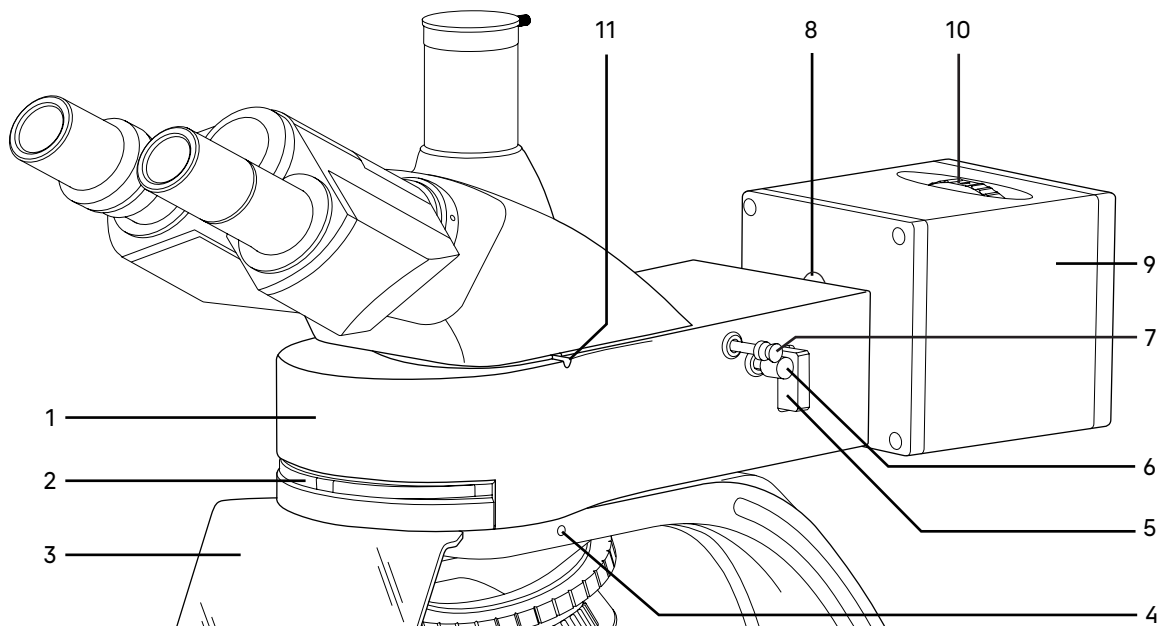

Рис. 4. Люминесцентная насадка
Общий вид люминесцентной насадки представлен на рис. 4.
Корпус люминесцентной насадки 1 (рис. 4) устанавливается в отверстие верхнего фланца штатива и закрепляется винтом 4 (рис. 4).
На корпусе 1 (рис. 4) насадки находится соединительный переходник, посредством которого корпус соединяется с блоком светодиодов. Защитный экран 3 (рис. 4) крепится к корпусу двумя винтами.
Металлическая пластина светового барьера 5 (рис. 4) установлена в паз корпуса насадки. Пластина имеет 3 положения:
В корпусе насадки находится поворотная турель с четырьмя люминесцентными фильтрами. Перемещение турели в корпусе насадки обеспечивается поворотом кольца 2 (рис. 4). Фиксированное положение рукоятки под символом означает включение в ход лучей соответствующего блока.
Кольцо перемещения турели может быть зафиксировано в одном из пяти положений, соответствующем одному из четырех типов фильтров, смонтированных на турели: синий (B), зеленый (G), фиолетовый (V) и ультра-фиолетовый (UV) или нейтральное положение (O). Маркировка каждого фильтра соответствует цвету лучей возбуждения и нанесена на кольцо 2 (рис. 4) в виде символа.
В блоке 9 (рис. 4) располагаются источники света возбуждения – светодиоды. Микроскоп укомплектован светодиодами четырех волновых диапазонов свечения: синий (B), зеленый (G), фиолетовый (V) и ультра-фиолетовый (UV). Светодиоды установлены в поворотной турели внутри блока. Смена светодиодов осуществляется поворотом кольца 10 (рис. 4). Наименования светодиодов нанесены на лицевой стороне кольца.
Блок крепится на корпус 1 (рис. 4) люминесцентной насадки винтом под ключ шестигранник 8 (рис. 4). В кожухе блока расположен коллектор, который проецирует изображение источника света в выходной зрачок объектива микроскопа.
Установите кольцо перемещения турели люминесцентных блоков 2 (рис. 4) в положение «0».
Установите пластину 5 (рис. 4) в положение «заглушка».